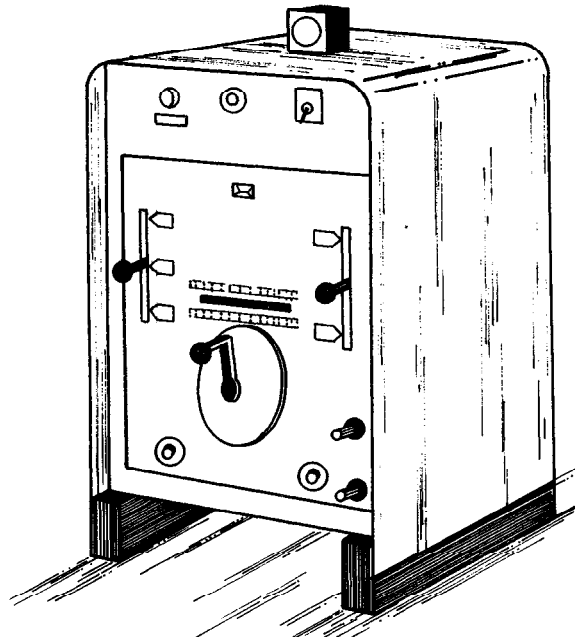

Figura 3.14
1. Equipo eléctrico de soldar que puede ser rectificador que opera con corriente alterna o corriente continua (Figura 3.14).